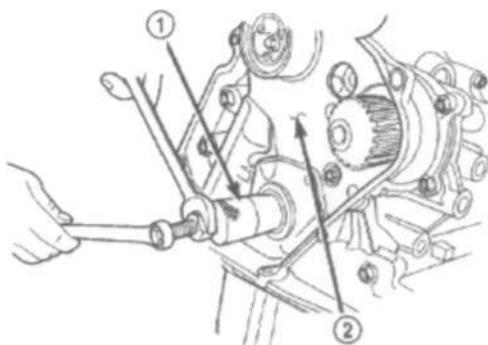

Рис. 53 Снятие переднего масляного уплотнения коленвала
(4) При помощи приспособления 6771 снять переднее масляное уплотнение (Рис.53). Не повредите уплотнительную поверхность крышки.